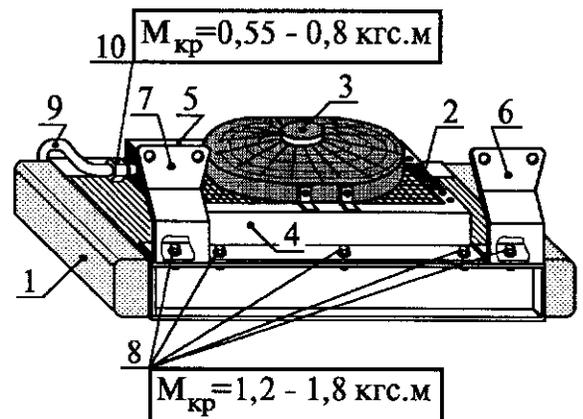

Рис. 34. Установка агрегатов и узлов климатической установки на радиатор охлаждения автомобиля ГАЗ-3102:
5.23. Установить агрегаты и узлы климатической установки на радиатор 1 (рис. 34) охлаждения автомобиля ГАЗ-3102